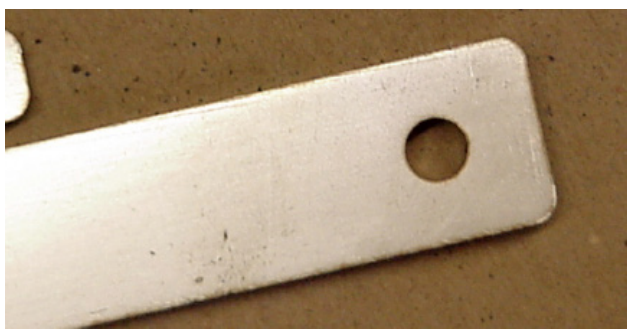

Fig. 6.11
- De laser rondt scherpe hoeken automatisch af. Stel de programmeur van de laser op de hoogte als dit niet gewenst is. De grootte van de radius ligt, afhankelijk van materiaaldikte, contourtype, gassoort en materiaalsoort, tussen de 0,5 en 3 mm. (Fig. 6.11)